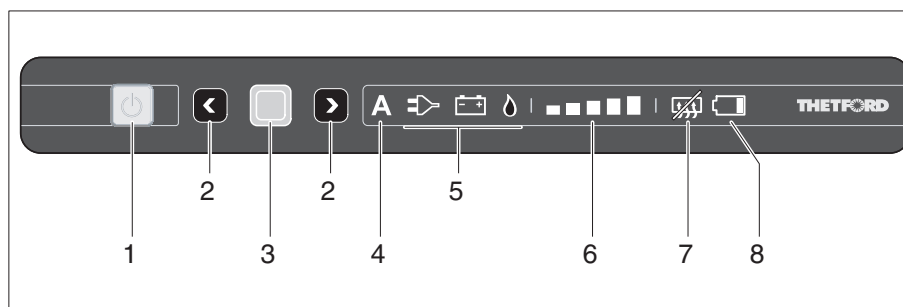

Bild 327 Reglage/knappar och indikeringsselement för kylskåpet (Thetford utan SES)
- Tryck på knappen (Bild 327,1). Knappen lyser grönt. Tryck på knappen igen för att visa de aktuella inställningarna.
- Tryck på knappen (Bild 327,1) och håll den inne. Alla lampor slocknar.
Om den automatiska driften väljs lyser indikeringen för automatisk drift (Bild 327,4) och den bästa tillgängliga källan (Bild 327,5) på manöverpanelen.
- Tryck på bekräftelseknappen (Bild 327,3) och håll den intryckt. Symbolerna för driftlägen (Bild 327,5) börjar blinka.
- Välj gasdrift med urvalsknapparna (Bild 327,2) och bekräfta valet med bekräftelseknappen (Bild 327,3).
- Välj 230 V-drift med urvalsknapparna (Bild 327,2) och bekräfta valet med bekräftelseknappen (Bild 327,3).
- Välj 12 V-drift med urvalsknapparna (Bild 327,2) och bekräfta valet med bekräftelseknappen (Bild 327,3).
- Tryck på bekräftelseknappen (Bild 327,3) igen. Kylnivåindikeringen (Bild 327,6) börjar blinka.
- Välj önskad kylnivå med urvalsknapparna (Bild 327,2) och bekräfta valet med bekräftelseknappen (Bild 327,3).